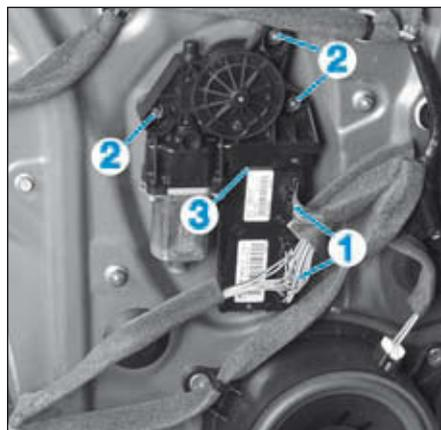

FIG.66
- Débrancher les connecteurs (1) (Fig.66).